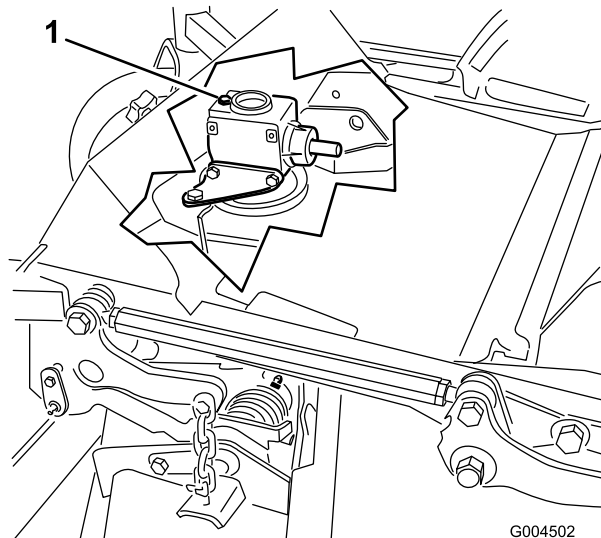

Рисунок 33
6. Снимите масломерный щуп и пробку заливной горловины в верхней части редуктора и убедитесь, что уровень масла находится между отметками на щупе (Рисунок 33).
6. Снимите масломерный щуп и пробку заливной горловины в верхней части редуктора (Рисунок 33).